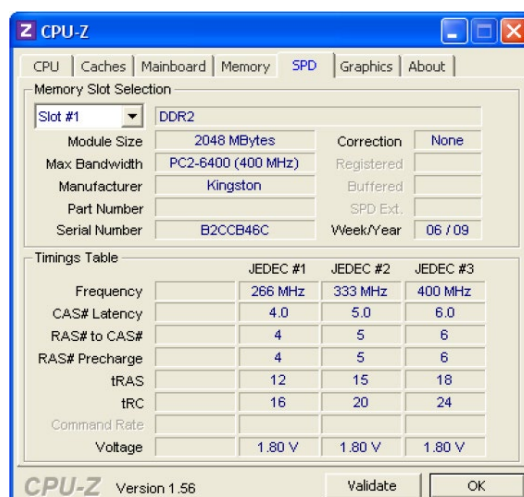

Figura 3. Características de los módulos de memoria proporcionadas por el fabricante
El programa CPU-Z, por su parte, proporciona información adicional sobre el tamaño, tipo, frecuencia de trabajo y características temporales de los módulos de memoria tal como están configurados en el computador en que se ejecuta. Esta información se recoge en las pestañas *SPD* y *Memory* CPU-Z obtiene parte de esta información accediendo al chip SPD (*Serial Presence Detect*) de los módulos de memoria, una pequeña memoria EEPROM que fue grabada en el momento de la fabricación del módulo. Esa misma información es accedida durante el arranque por el BIOS¹ con la finalidad de configurar el controlador de memoria de acuerdo con los requisitos temporales del módulo de memoria y la frecuencia de trabajo del bus que une procesador y memoria. La Figura 3 muestra la información disponible en la pestaña SPD correspondiente a una de las ranuras de inserción de memoria (Slot#1), existiendo una configuración idéntica para el Slot#2. Téngase en cuenta esta información para responder correctamente las cuestiones planteadas.
1. Desde los datos proporcionados por la hoja de especificaciones de los módulos (archivo KVR800D2N6_2G.pdf) y el programa CPU-Z (Figuras 3 y 4) rellénese la siguiente tabla. Recuérdese que la figura 3 muestra información solo de un *slot*, pero existe un segundo con idénticas características.